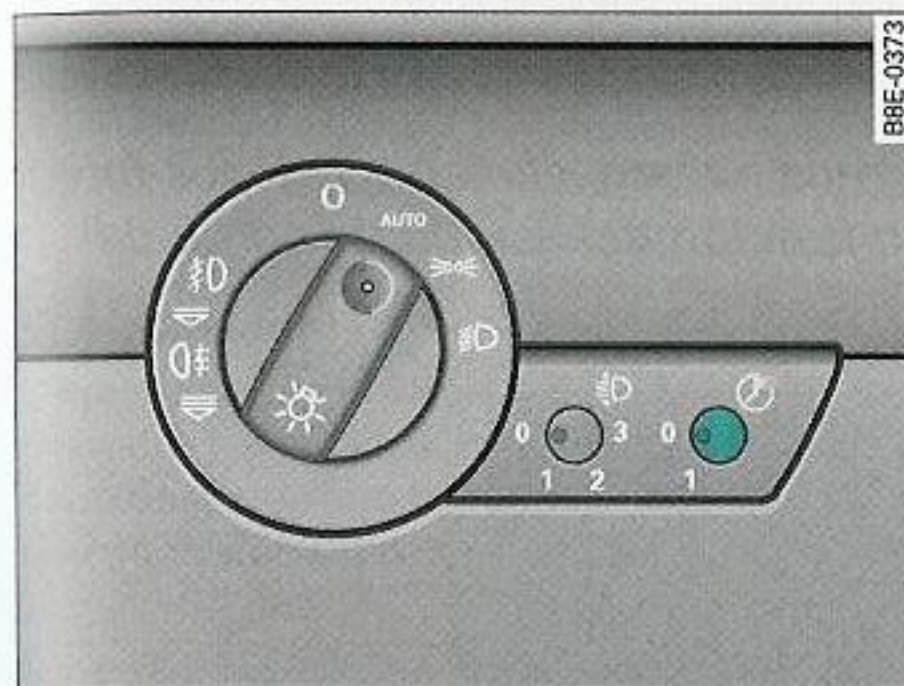

Fig. 61 Detalle del tablero de instrumentos: Funciones Coming Home y Leaving Home
- Pulse brevemente el botón \Rightarrow fig. 61 para sacarlo de su posición.